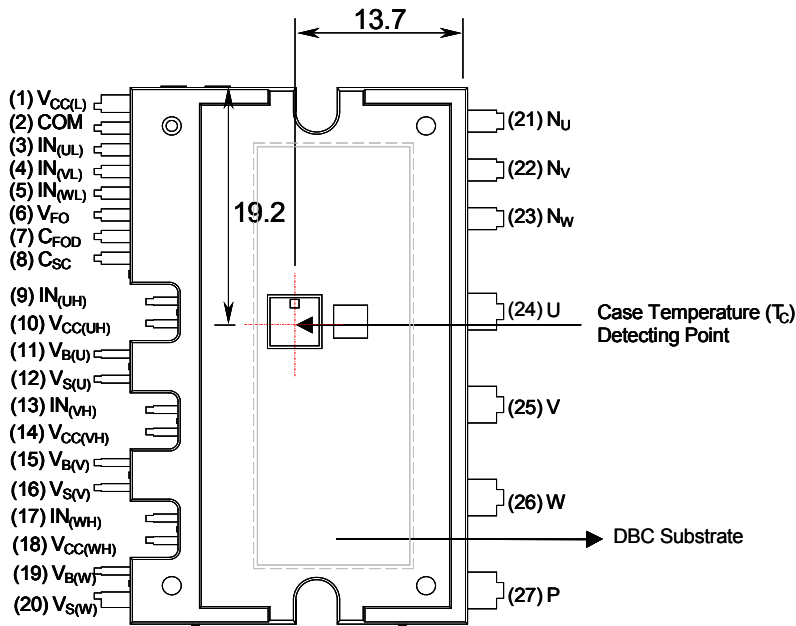

图 2. 俯视图
| $T_C$                 | 模块壳体工作温度            | $-20^\circ\text{C} \leq T_J \leq 125^\circ\text{C}$ , 见图 2   | -20 ~ 100 | $^\circ\text{C}$ |
2. 关于壳体温度 ( $T_C$ ) 的测量点, 请参见图 2。